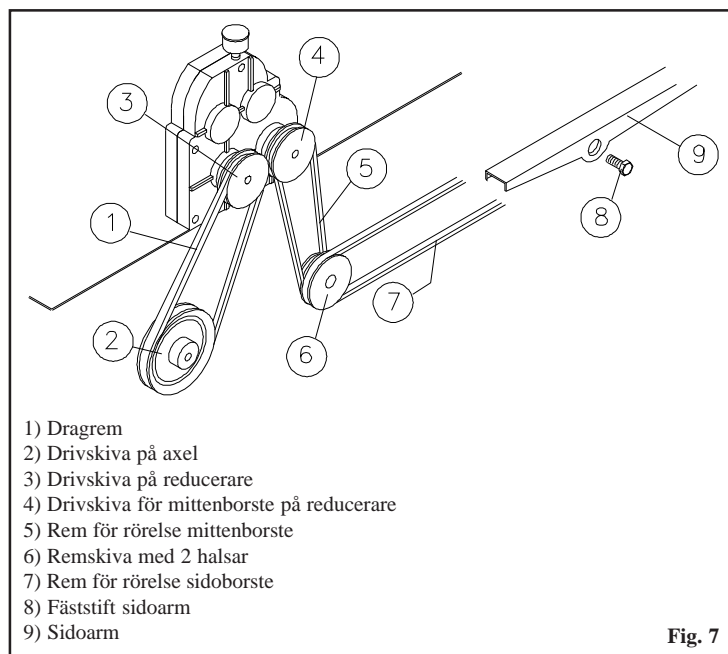

Fig. 7
- Avlägsna remmen **pos. 7 Fig. 7** från remskivans hals **pos. 6 Fig. 7**.
- Avlägsna remmen **pos. 5 Fig. 7** från remskivans hals **pos. 4 och 6 Fig. 7**.
- Sätt tillbaka remmen **pos. 7 Fig. 7** i remskivan **pos. 6 Fig. 7**.
- Avlägsna remmen **pos. 7 Fig. 7** från remskivan **pos. 6 Fig. 7**.
- Skruva loss fäststiftet **pos. 8 Fig. 7** och dra ur sidoarmens krokar **pos. 9 Fig. 7** från den fasta kuggringen.
- Avlägsna remmen **pos. 7** från sidoarmen **pos. 9 Fig. 7**.
- Sätt tillbaka sidoarmen **pos. 9 Fig. 7** på den fasta kuggringen.
- Skruva tillbaka stiftet **pos. 8 Fig. 7**.
- För in remmen **pos. 7 Fig. 7** i remskivan **pos. 6 Fig. 7**.
- Skruva loss låsskruven på remskivan **pos. 4 Fig. 7** och dra ut den från reduceraxeln. Se till att du inte tappat bort kilen.
- Skruva loss låsskruven på remskivan **pos. 3 Fig. 7** och dra ut den från reduceraxeln. Se till att du inte tappat bort kilen.
- Avlägsna remmen **pos. 1 Fig. 7**.
- För in den nya remmen på remskivan **pos. 2 Fig. 7**.
- Montera remskivan på reduceraren **pos. 3 Fig. 7** med remmen redan placerad på halsan.